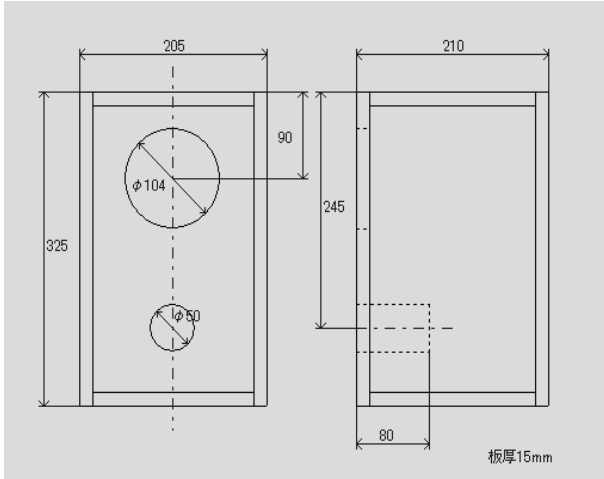

図6 正面，側面図 スピーカーBOX寸法
- ① **sped** というスピーカー設計ソフトを基に、スピーカー（エンクロージャー）の設計をした。図6はスピーカーの寸法でこれを基に製作した。